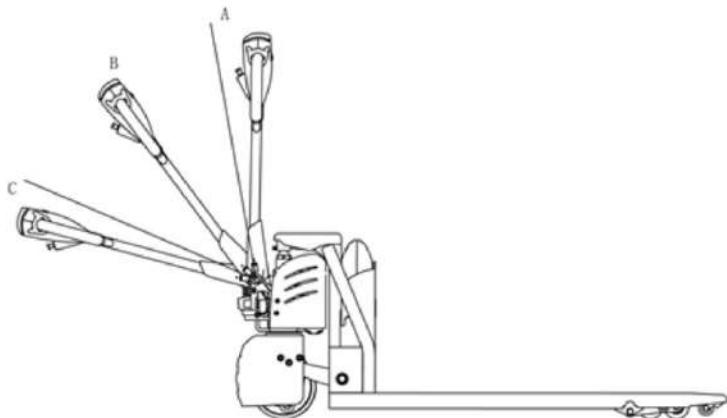

Рисунок 7. Румпель управления
- Ручка акселератора используется для управления направлением движения и скоростью тележки. Для изменения направления движения, переведите румпель на деление В, как указано на рис. 7. Когда ручка находится в положении А или С, тележка находится в отключенном состоянии, и вы не сможете начать движение. Когда румпель управления находится на делении В, а ручка акселератора поворачивается в одном из выбранных направлений, тележка может осуществлять движение в соответствующем направлении. Когда акселератор поворачивается в другом направлении, тележка будет перемещаться в противоположном направлении. В то же время, чем больше угол поворота ручки акселератора, тем выше будет скорость перемещения тележки.